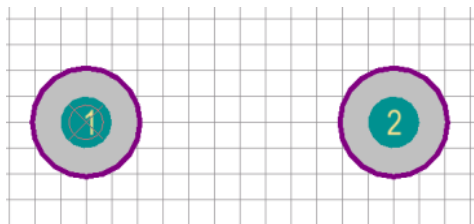

Рис. 3.23
6) Розмістіть контакти на відстані 6 мм один від одного. Результат зображений на рис. 3.23.